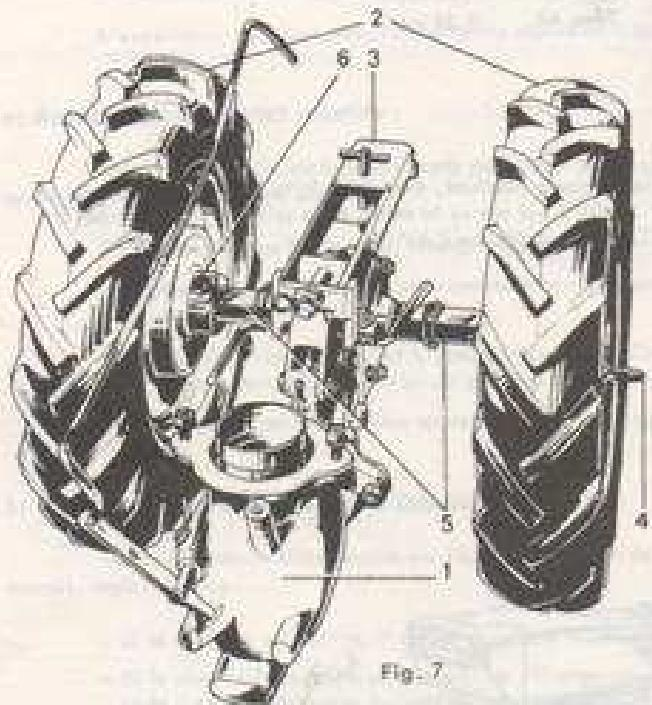

Fig. 7
Fig. 7 bis
- Le cliquet de chaque roue peut se régler dans 4 positions différentes (voir réglage des moyeux à cliquets page 36) ou moyen d'une épingle (4 - fig. 7).
- Deux 1/2 arbres six points (9 - fig. 7) relient le carter fraiseur à chaque moyeu de roue.
- Une vis de blocage (6 - fig. 7) arrête la roue dans la position désirée par l'utilisateur.
L'un et l'autre se fixent sur le carter fraiseur en position horizontale au moyen d'une fermeture et d'une broche (1 - fig. 7 bis) verrouillée par une épingle (2 - fig. 7 bis).
Les vis à manette (3 - fig. 7 bis) servent au réglage d'aplomb des outils (voir page 37 guide de labour).
La broche verticale (4 - fig. 7 bis) sert soit à la fixation de la charrue sur l'attelage simple, soit à la fixation du dispositif de vis de réglage de profondeur.